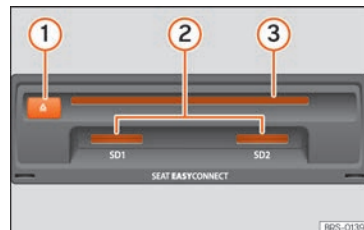

Fig. 176 Ranhuras para suportes de dados no porta-luvas.
• Insira um CD na ranhura »» **Fig. 176** ③ com o lado impresso virado para cima até ser recolhido automaticamente pelo equipamento.
Introduzir o cartão de memória compatível com o canto recortado primeiro e com os contactos para baixo, na ranhura » » Fig. 176 (2) ou » » Fig. 140 (9), até encaixar.